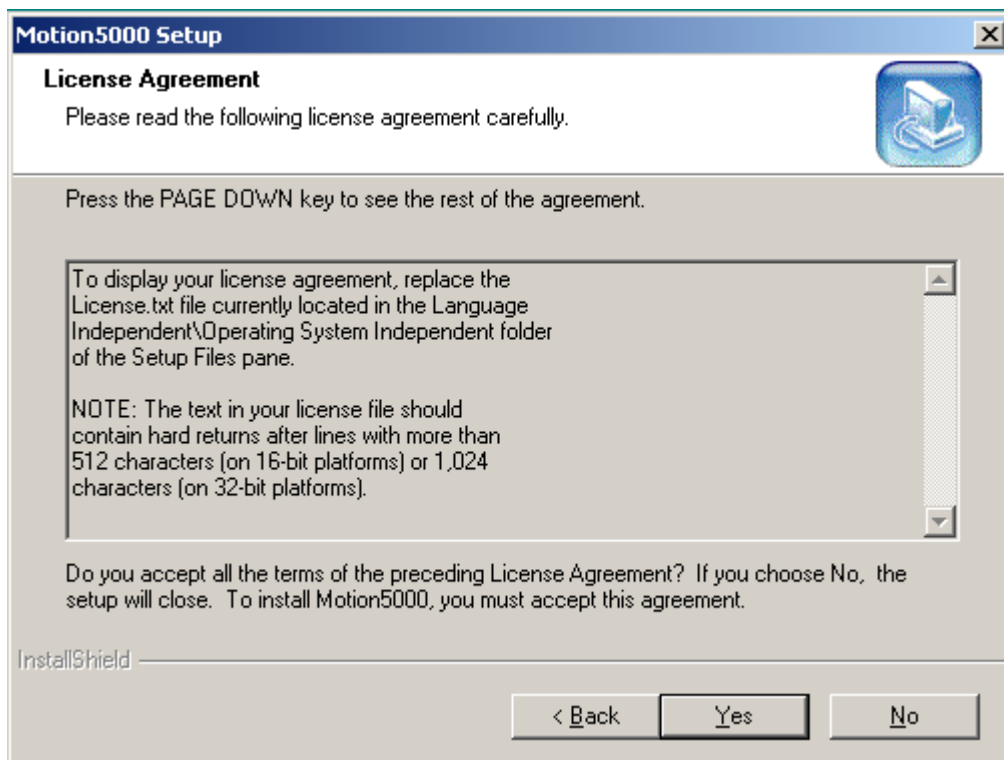

图 6-2 License Agreement 对话框
2. 在弹出的 Motion5000 Setup 对话框中，单击 Next 按钮，在接下来的 License Agreement 对话框中单击 Yes 按钮继续安装，否则放弃安装，如图 6-2 所示；